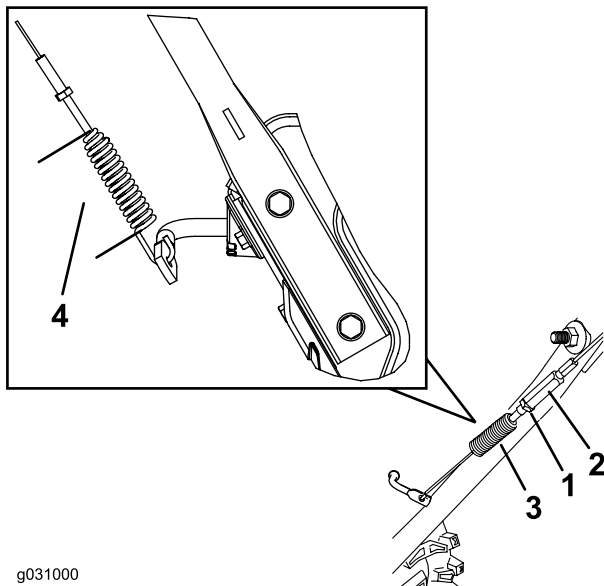

Figure 34
3. Desserrez ou serrez le tendeur pour régler la longueur du ressort à 7 cm (2¾ po), comme montré à la Figure 34.
4. Serrez l'écrou de blocage (Figure 34) en vérifiant que le câble est légèrement tendu.